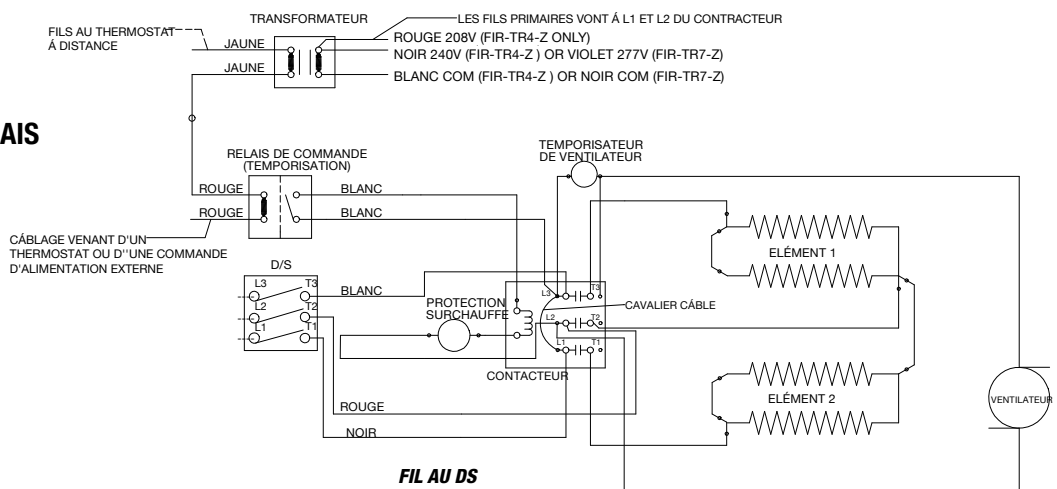

Figure 8
3. Pour l'arrêt pendant la nuit, voir le schéma de câblage, figure 8.
1. Installer le transformateur et le relais comme illustré sur la figure 8.